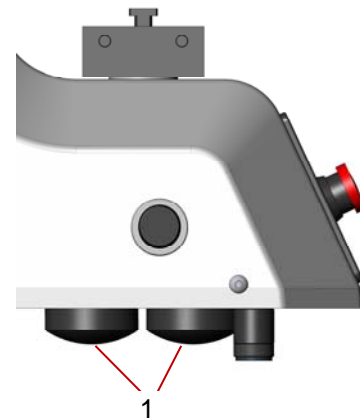

Abb.12.01
- Batteriefächer 1 (Abb. 12.01/12.02) unter der Maschine aufdrehen.
- Batteriefächer 1 (Abb. 12.01/12.02) zudreuen.